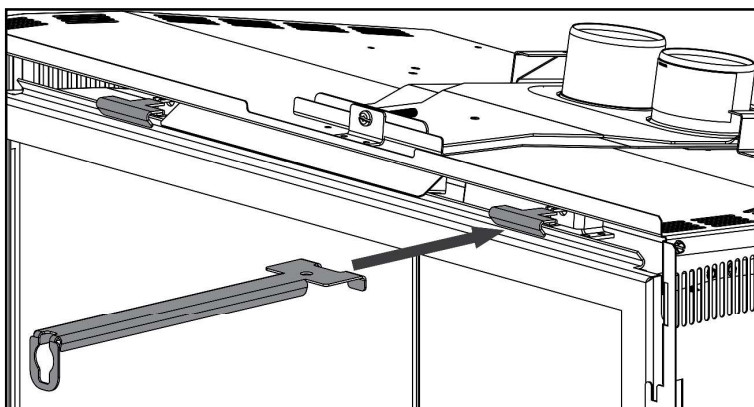

Fig. 3
2. Déverrouillez les loquets supérieurs gauche et droit situées dans le haut de la porte (**Fig. 3**). Penchez légèrement vers l'avant puis soulevez hors des fentes.